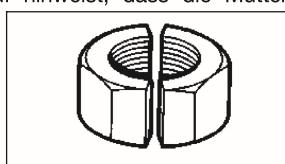

Abb. 10, Durchführen von zwei Schnitten
- 12. Falls nötig, kann ein zweiter Schnitt in einem Winkel von 180° zum ersten vorgenommen werden, der die Mutter vollständig in zwei Teile trennt. Siehe Abb. 10.